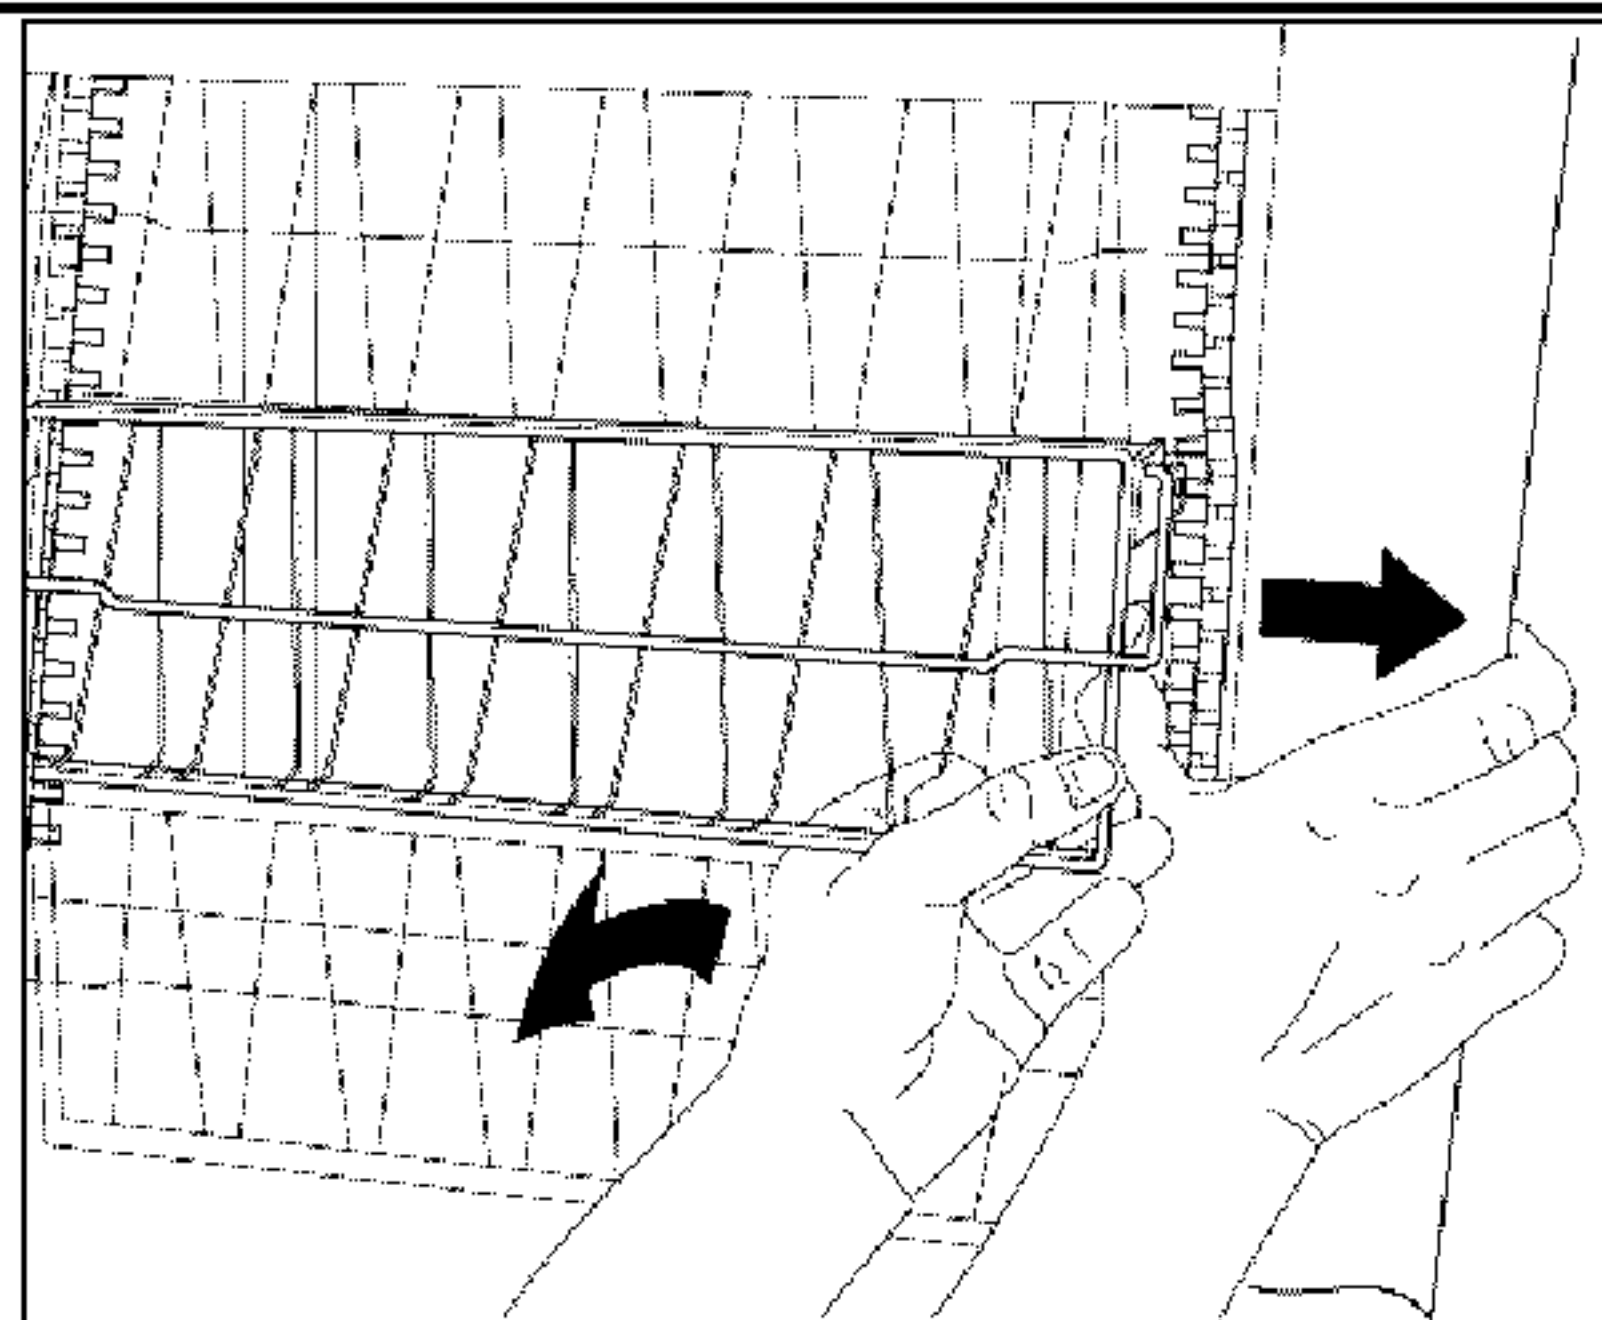

Рисунок 8. Демонтаж / Монтаж решеток
2. Снять решетки, нажав на подрессоренный цепной механизм. Вынимать решетки с левой стороны. См. Рис.8.